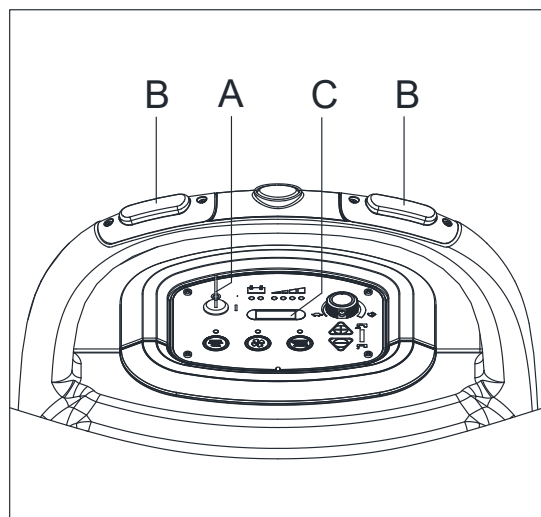

Figura 22
1. Rotiți cheia de contact (A, Figura 22) la poziția "I".
2. Apăsați comutatorul (B) și urmăriți contorul orar (C) numărul total de ore de funcționare (reșchetare/uscarea) executate de mașină.
3. Apăsați comutatorul (B) din nou.
4. Rotiți cheia de contact (A) la poziția "0".
1. Rotiți cheia de contact (A, Figura 22) la poziția "0".